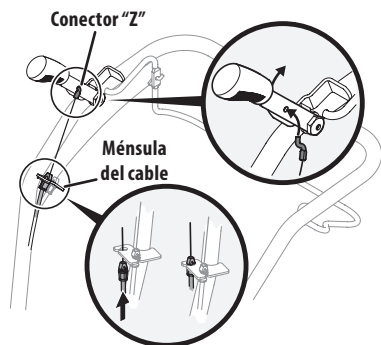

Figura 7
4. Tire el cable del embrague de marcha atrás (si lo tiene) con el accesorio rojo arriba a través del orificio superior del soporte del cable y empuje el conector del cable por el agujero hasta que la ranura en el conector encaje en su sitio. Vea la Figura 7.
5. Coloque el conector Z dentro del orificio en el mango del embrague de marcha atrás desde el interior del mango hacia el exterior. Vea la Figura 7.